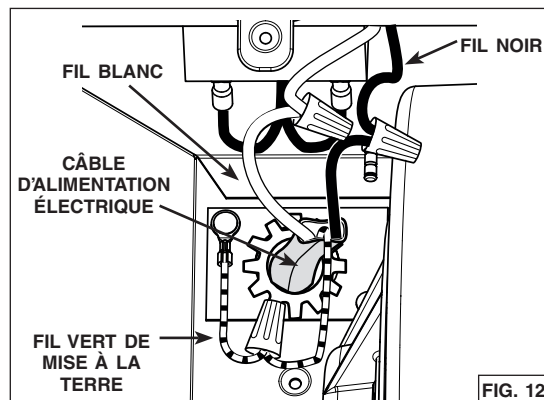

FIG. 12
1. À l'aide de capuchons de connexion appropriés (non inclus), connecter les fils du câble d'alimentation électrique aux fils de la hotte comme suit: le fil NOIR au fil NOIR, le fil BLANC au fil BLANC et le fil VERT ou dénudé au fil VERT de mise à la terre (Fig. 12).